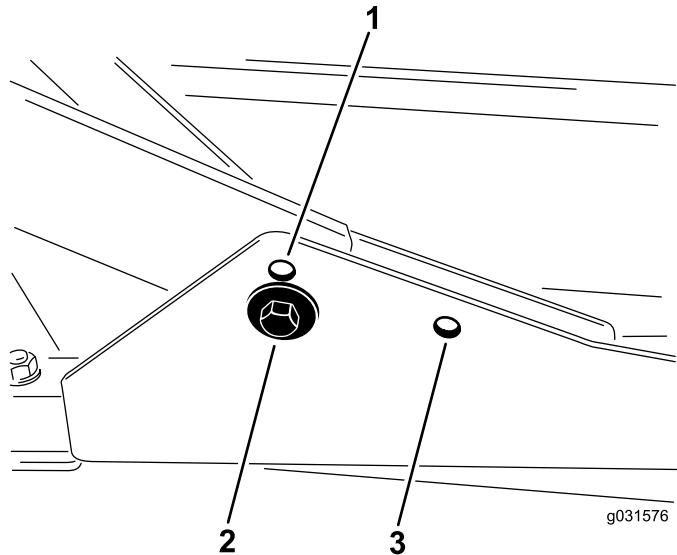

Bild 18
- Befestigen Sie die vorderen Trägerrahmen für Schnithöhen von 2 cm bis 7,6 cm in den unteren vorderen Befestigungslöchern (Bild 18).
2. Befestigen Sie die vorderen Trägerrahmen für Schnitthöhen von 6,3 cm bis 10 cm in den oberen vorderen Befestigungslöchern (Bild 18).
Befestigen Sie das Heckschneideeinheit für alle Schnitthöhen in den hinteren Befestigungslöchern (Bild 18).